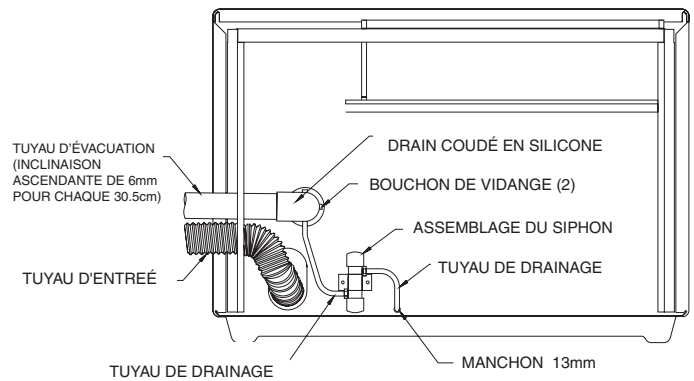

Figure 11
5. Pour une longueur de tuyau horizontale, si les codes locaux interdisent le drainage de condensation à l'extérieur et que l'appareil produit de la condensation, vous devez acheter l'ensemble de drainage de condensation, pièce numéro DV- 1108. **See Figures 11 and 12.**